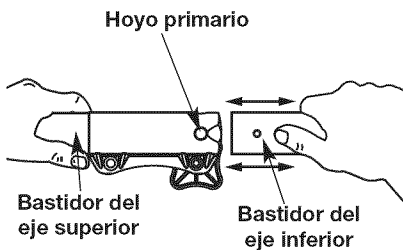
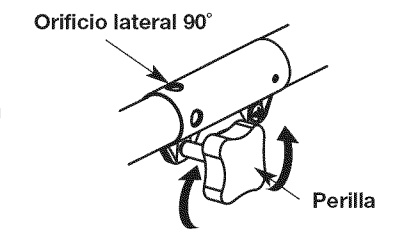

Fig. 6
Fig. 7
1. Gire la perilla en sentido antihorario para aflojarla (Fig. 7).
3. A la vez que sujeta la caja del eje superior, tire del accesorio de corte o cualquier otro accesorio recto hacia afuera del acoplador Convertible™ (Fig. 6).
PRECAUCIÓN: Antes operar esta unidad, está seguro que el botón de la liberación es chasqueado completamente en el hoyo primario (Fig. 6), y que la perilla (Fig. 7) es apretado firmemente.
2. A la vez que sostiene firmemente el accesorio de corte u otro accesorio, empújelo derecho hacia el interior del acoplador Convertible™ hasta que el botón de desconexión encaje sólidamente en el orificio principal (Fig. 6).
3. Gire la perilla en sentido horario para ajustarla (Fig. 7).
Para realizar recortes decorativos con el accesorio de corte de cabezal de línea u otro accesorio, trabe el botón de desconexión del accesorio de corte u otro accesorio en el interior del agujero de 90° (Fig. 7).